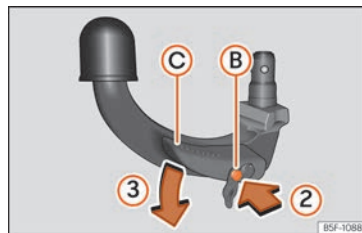

Fig. 293 Paso 2
- Presione el perno de desbloqueo ② el sentido de la flecha ② y al mismo tiempo presione la palanca ③ el sentido de la flecha ③ hasta el tope » fig. 293.